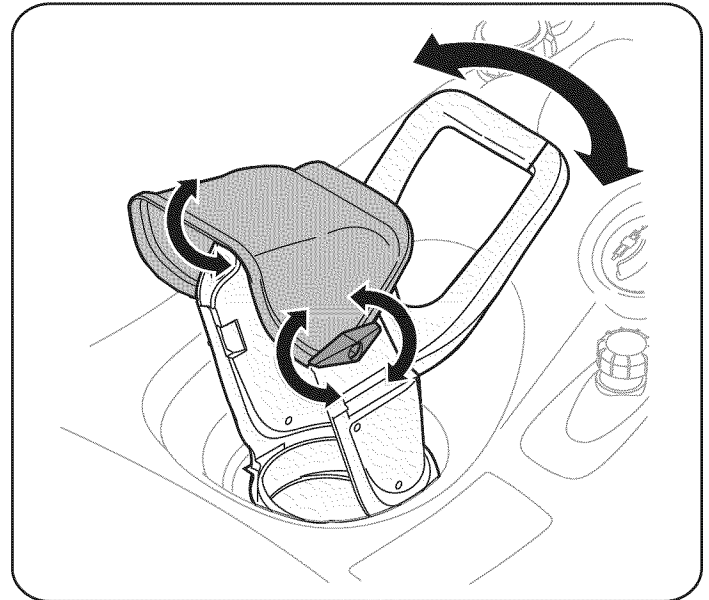

Figura 5
2. Posicione la abertura del montaje del canal con la manija del canal para arrojar la nieve en la dirección deseada. Vea la Figura 5.